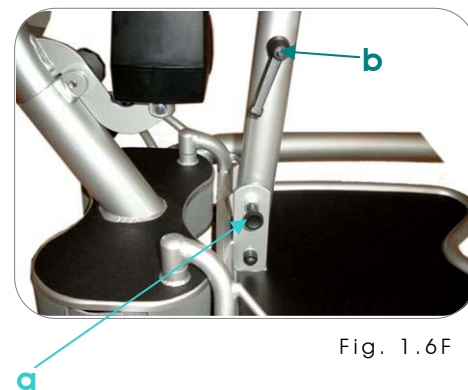

Fig. 1.6 F
2. Lösen Sie die Handschrauben um die Höhe zu justieren (b). Die Säule wird nach oben oder nach unten justiert. Befestigen Sie schließlich die Handschraube wieder. Fig 1.6 F